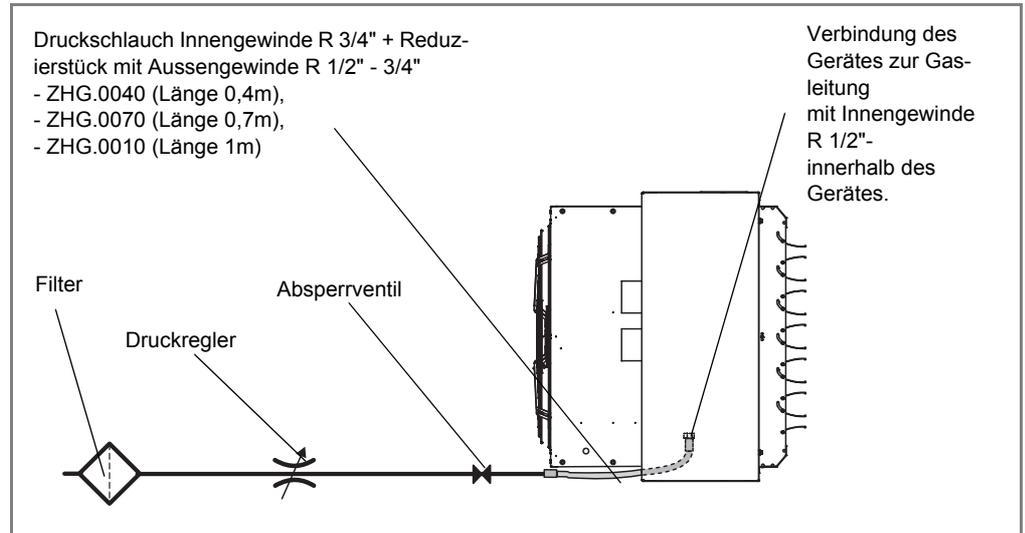

Abb. 6-1: Gasverteilung
Beim Anschluss des Gerätes an die Verbrauchsgasleitung mithilfe eines Anschlussschlauches muss die europäische Norm DIN EN 1775 Ed.2 berücksichtigt werden. In der Verbrauchsgasleitung muss ein manuelles Absperrventil vor jedem Gerät eingesetzt werden. Dieses Gasventil muss so angeordnet werden, dass es mit der Bezeichnung der Grenzpositionen für die Bedienung ohne Beschränkung (Höhenbeschränkung u.dgl.) zugänglich ist. Beim Anschluss von mehr Geräten an eine Verbrauchsleitung empfiehlt es sich, ein Gasfilter (mit einer Filterfähigkeit von min 20 µm) und einen Gasdruckregler vor dem Absperrventil zu montieren. Insbesondere wenn große Abstände zwischen den Geräten bestehen oder die Gasleitung kompliziert ist, sind die Regler mit Filtern für einen richtigen Gerätebetrieb nötig. Der Gasdruckregler muss so ausgewählt werden, dass der Druck am Brennereintritt im Bereich nach Kap. 2.4 bei dem max. Gasdurchfluss von 7 m3/h beim Gerät HG4# und von 4 m3/h beim HG2# gesichert ist. Die empfohlenen Anschlusspläne für den Anschluss des Gerätes an die Gasleitung sind der Abb. 6-1 zu entnehmen.
- Beobachten Sie den Gasdruck am Eintritt (P1) beim angeschalteten Brenner. Der Gasdruck sollte die Werte im Bereich 2,5 – 3,5 kPa aufweisen. Bestehen bei einzelnen Geräten große Druckunterschiede, ist es notwendig, den Druck in der Gasleitung zu erhöhen und einen Gasdruckregler zu installieren (siehe Abb. 6-1). Vorsicht! Werden weitere Geräte angeschaltet, kann der Gasdruck erheblich absinken! Mithilfe eines Gasanalysators stellen Sie den Brenner im Hinblick auf die bestehende Installation und Geräteausführung ein (siehe Kap. 7.1.2).